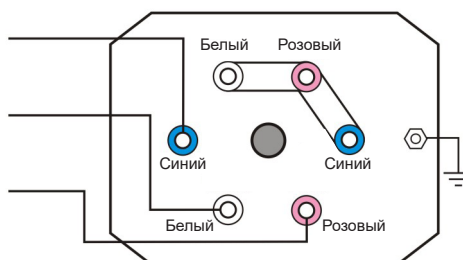

Рис. 5
- Входные кабели для контакторов должны быть защищены предохранителями в соответствии с таблицей, с учетом соответствующего рабочего напряжения, см. рис. 5.